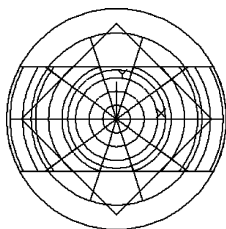

图 12-76 旋转长方体
(5) 旋转长方体。单击“三维工具”选项卡“建模”面板中的“旋转”按钮, 将第 (4) 步绘制的长方体, 以 Z 轴为旋转轴, 以坐标原点为旋转轴上的点旋转 45° , 结果如图 12-76 所示。
(6) 设置视图方向。单击“视图”选项卡“视图”面板中的“西南等轴测”按钮, 将视图切换到西南等轴测图。
(7) 交集运算。单击“三维工具”选项卡“实体编辑”面板中的“交集”按钮, 将 $\phi 14$ 圆柱体 1 与长方体进行交集运算。
(8) 并集运算。单击“三维工具”选项卡“实体编辑”面板中的“并集”按钮, 将